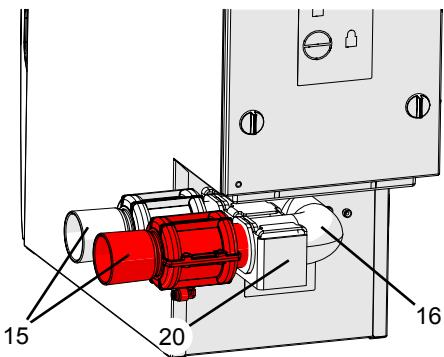

рис. 3
Открытие и закрытие всасывающих каналов происходит с помощью пневматических запорных клапанов (15, рис. 3). Для этого необходим сжатый воздух. С боку прибора подсоединен шланг для подачи сжатого воздуха.
- ⇒ Извлеките запорные клапаны (15, рис. 3) из всасывающего колена (16, рис. 3).
- ⇒ Открутите болт с накатной головкой (19).
- ⇒ Поверните по часовой стрелке всасывающее колено (16) вместе с креплением (20) и освободите его от фиксирующих болтов. Потянув на себя, снимите его с отсосного патрубка вытяжки (A).
- ⇒ Выдавите всасывающее колено из крепления (B), поверните (C) и в новом положении снова вдавите в крепление (D).
- ⇒ Установите всасывающее колено на отсосной патрубок вытяжки и вращением по часовой стрелке закрепите крепление на фиксирующих болтах (26) (E).
- ⇒ Закрепите крепление болтом с накатной головкой (19).